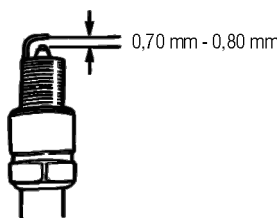

Fig. 23 – folga da vela
- 7 – Para um correto funcionamento, a folga da vela deve estar entre 0,70 mm e 0,80 mm (fig. 23).